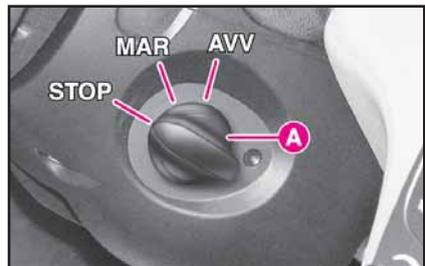

fig. 22
- per accendere il quadro strumenti ruotare la manopola **A** (fig. 22) in posizione **MAR**
- per avviare il motore ruotare la manopola **A** (fig. 22) in posizione **AVV**, rilasciandola appena il motore si è avviato.
La vettura è equipaggiata con un commutatore comandato dalla manopola **A** (fig. 22), che permette di attivare le funzioni **STOP**, **MAR** e **AVV** del commutatore d'avviamento.
motore rimarrà in moto ed il quadro acceso fino alla successiva rotazione della manopola **A** (fig. 22) in posizione **STOP** e non sarà possibile riavviare la vettura fino a quando non sarà riconosciuto un dispositivo CID valido all'interno dell'abitacolo.